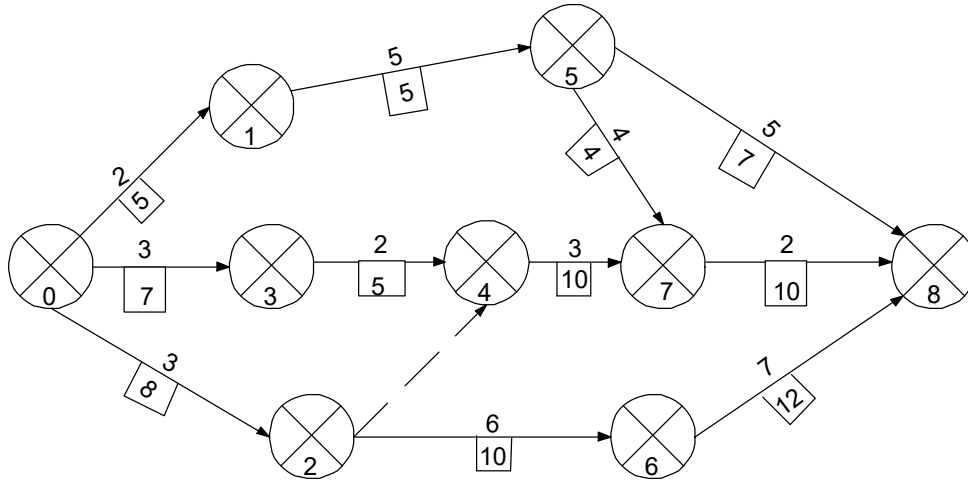

Рисунок 4 – Исходные данные для задачи 2
**Задача 2.** Оптимизировать сетевой график (рисунок 4) путем увеличения продолжительности работ за счет использования свободных резервов и соответствующего сокращения численности исполнителей. Необходимо равномерно распределить исполнителей по работам, причем численность исполнителей – 25 человек.